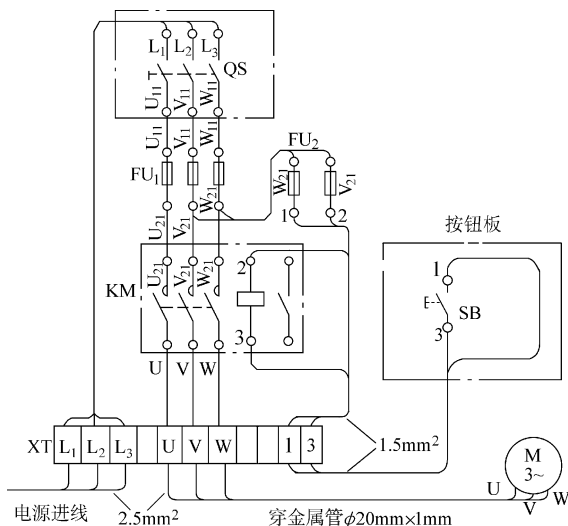

图 5-7 电动机点动运行控制电路接线图
对照图 5-7 检查所有线号和接线端子的接触情况，注意检查每一对触点的上、下端子的接线有无颠倒，导线连接点是否符合工艺要求；检查电动机及保护箱是否可靠接地，接至电动机的导线是否穿钢管保护。
① 对照图 5-7 检查控制电路所有标号、端子接线。